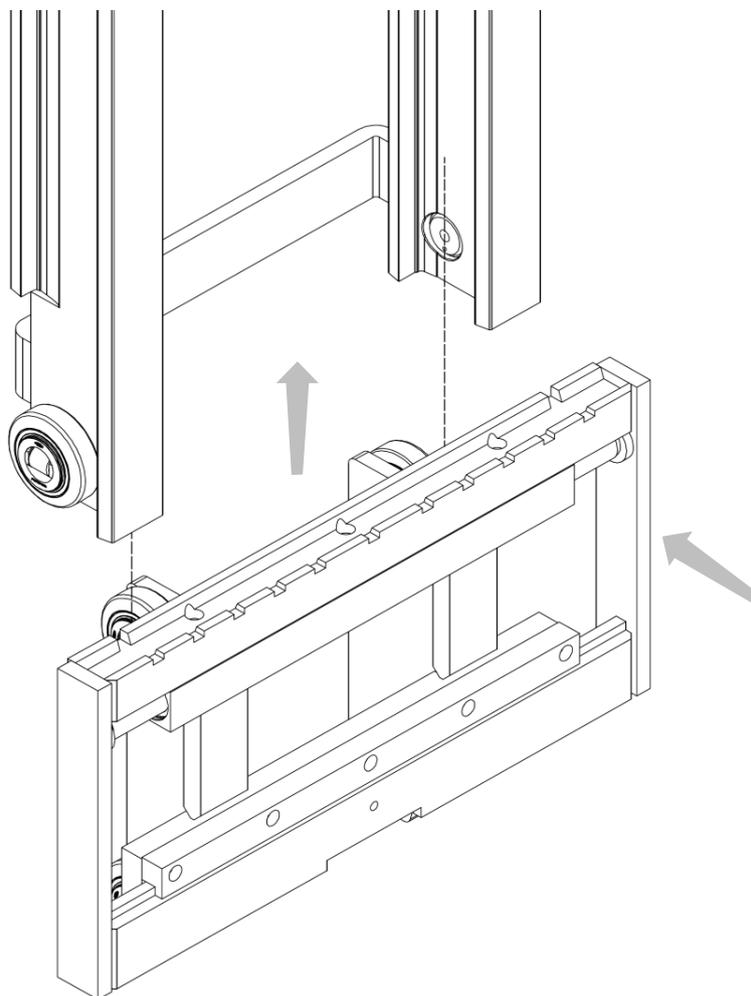

Figura 10
7. Installare l'attrezzatura nel montante infilando i rulli nelle apposite guide di scorrimento e fissare le catene nei fori delle spalle secondo le modalità previste dal costruttore del montante (vedi *Figura 10*).